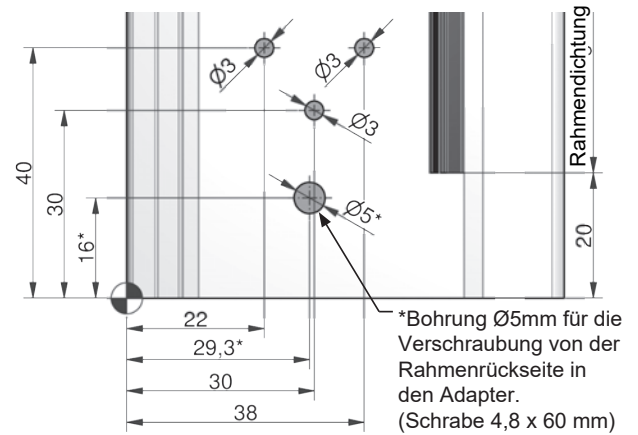

Abb. 5
3. Bereiten Sie den Türrahmen so vor, dass seine Höhe der Gesamthöhe der Tür entspricht. (Abb.5)
4. Verstärken Sie die gesamte Verbindung mit einer 4,8 x 60-Schraube und bohren Sie ein Ø5-Loch durch alle Wände des Rahmens (Abb. 5).